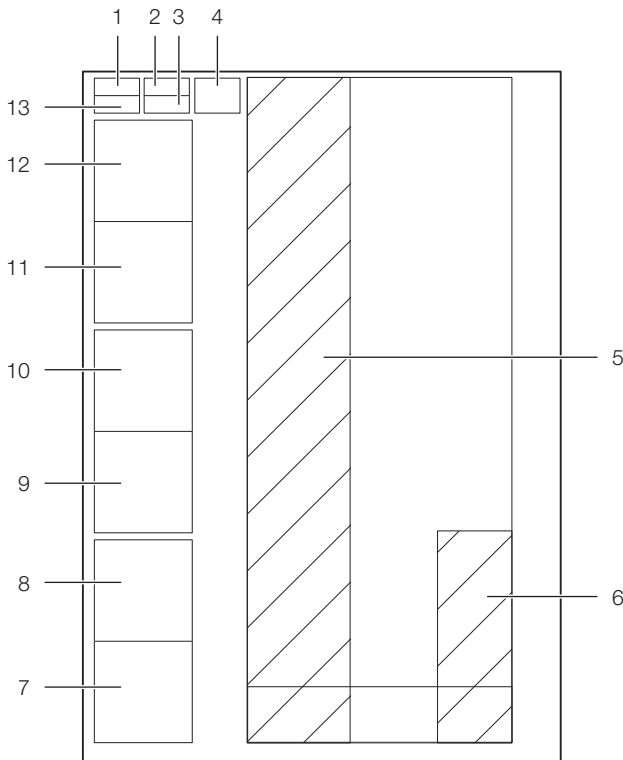

Рис. 10: Структурная схема Liquid Cooling Package – вид справа
- 5 Блок управления СМС III PU (см. рис. 10, поз. 13)
- 5 Блок управления CMC III PU (см. рис. 10, поз. 13)